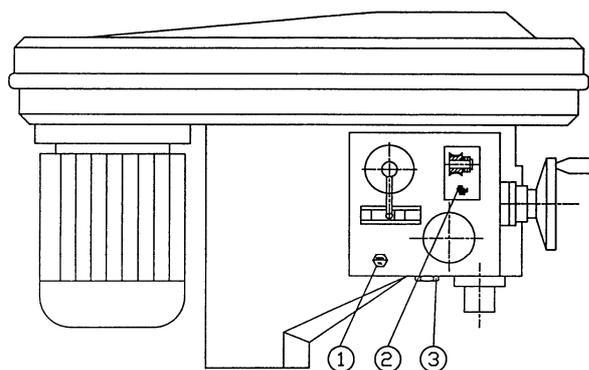

FIG.1
**CHAPITRE 2 : MAINTENANCE (FIG.1)**